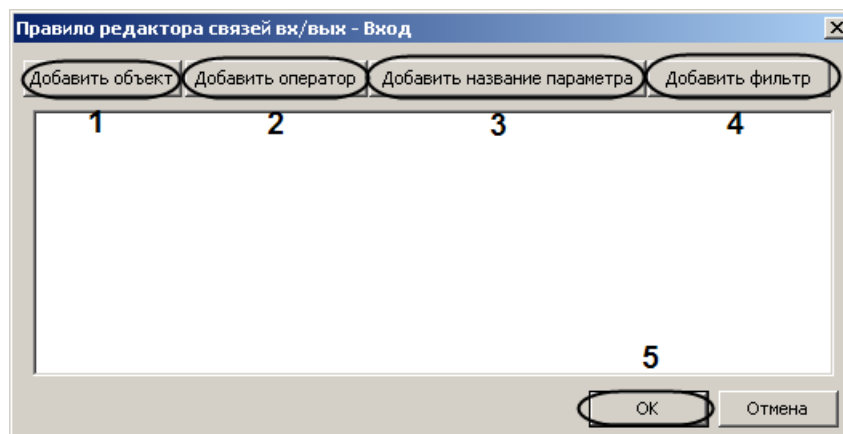

Рис. 3.6—19 Задание правой части правила
Откроется окно **Правило редактора связей вх/вых – Вход** (Рис. 3.6—19).
- 4.1 Добавить объект правой части правила. Для этого необходимо нажать кнопку **Добавить объект** (см. Рис. 3.6—19, 1).